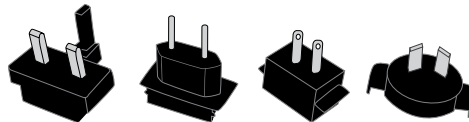

Figura 8-1 - Spine intercambiabili per il caricabatteria del sistema
1. Scegliere la spina intercambiabile corrispondente alla presa elettrica. Sono fornite quattro spine per l'uso negli USA, nell'Unione Europea, in Australia e nel Regno Unito (Figura 8-1).